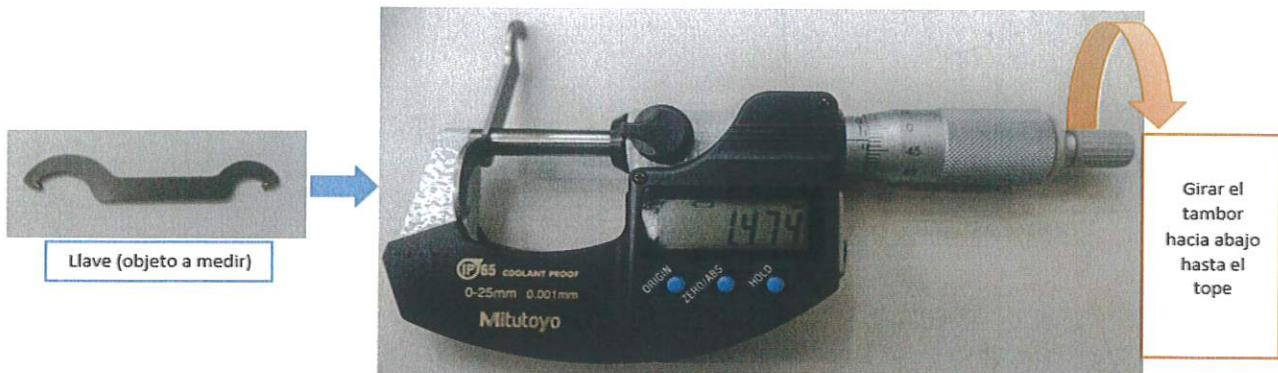

Figura 12. Colocar objeto para tomar medición
6.5.4. Tomar el objeto y colocar la parte del objeto a medir entre el husillo. Ver figura 12